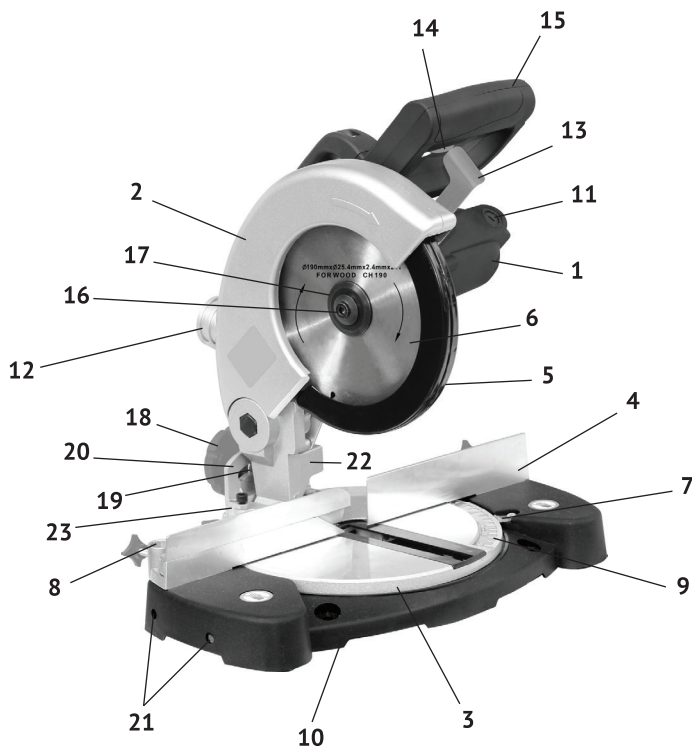

рис. 1
1.1.2 Основным несущим узлом режущего блока пилы является металлический корпус головки режущей, с закреплённом на нём верхним защитным кожухом диска (рис.1 поз.2). С противоположной стороны к корпусу крепится пластиковый корпус двигателя (рис.1 поз.1) с рукояткой (рис.1 поз.15). Вертикальное перемещение режущего блока для реза обеспечивает ось, закреплённая в суппорте головки режущей (рис.1 поз.22). Возвратная пружина возвращает режущий блок в исходное (верхнее) положение. Наклон суппорта влево от вертикального положения обеспечивает ось опоры наклонно-поворотного механизма (рис.1 поз.23). Заготовка на рабочем столе может быть повернута в любую сторону на угол от 0 до 45° за счёт поворотного основания. На основной рукоятке пилы расположены: рычаг блокировки защитного кожуха и клавиша выключателя. Конструкция пилы позволяет осуществлять: распиловку материала под заданным углом (косой рез) относительно задней кромки заготовки в обе стороны и под выставленным углом (до 45°), относительно вертикальной оси влево (наклонный рез). На шпindel пилы, крепится пильный диск. Диск является основным рабочим инструментом для резки выбранных материалов.
На неподвижном защитном кожухе пильного диска (рис.1 поз.2) стрелкой указано направление вращения шпинделя.
1.1.7 Металлическая станина (рис.1 поз.10) пилы устанавливается на ровную горизонтальную поверхность. Для крепления пилы на верстаке (рабочем столе) в ножках станины имеются 4-е крепёжных отверстия. При пилении длинных заготовок в боковые отверстия (рис.1 поз.21) станины крепятся две дополнительные опоры. Распиливаемая заготовка плотно прижимается к параллельному упору (рис.1 поз.4) и крепится к рабочему столу струбциной.
Для отвода стружки в комплект поставки входит пылесборник (рис.1 поз.12), который крепится к патрубку неподвижного кожуха. К патрубку можно подключить промышленный пылесос.
- разблокировать подвижный защитный кожух рычагом (рис.1 поз.13);
- включение пилы осуществляется нажатием на клавишу выключателя (рис.1 поз.14);
- следите за правильной установкой направления вращения диска - при установке необходимо, что бы стрелка направления вращения на диске соответствовала направлению, указанному на неподвижном кожухе (рис.1 поз.2) пилы;
- разблокируйте подвижный защитный кожух, нажав на рычаг блокировки (рис.1 поз.13). Затем, поднимая вверх подвижный защитный кожух, зафиксируйте его в верхнем положении.
- ключом (входит в комплект поставки) открутите фиксирующий болт (рис.1 поз.16) пильного диска, снимите прижимной фланец (рис.1 поз.17) и пильный диск (рис.1 поз.б);
- для установки угла поворота ослабьте установочный винт в основании станины, установите необходимый угол распила, повернув поворотное основание (рис.1 поз.3) в нужную сторону, совместив выбранный угол шкалы (рис.1 поз.9) со стрелкой (рис.1 поз.7) и затяните установочный винт.
- для установки угла наклона необходимо ослабить фиксирующую рукоятку (рис.1 поз.18), установить необходимый угол распила стрелкой (рис.1 поз.19) по шкале (рис.1 поз.20) и надёжно затянуть фиксирующую рукоятку.
- во время работы для эффективного отвода пыли из зоны пиления подключите пылесос или установите штатный пылесборник на патрубок (рис.1 поз.12).
- для замены щёток необходимо открутить крышки щёткодержателей (рис.1 поз.11) на корпусе двигателя (рис.1 поз.1), вынуть использованные щётки из щёткодержателей, заменить их новыми и закрутить крышки щёткодержателей. Щётки следует заменять парой для обеспечения равной степени их давления на коллектор якоря;